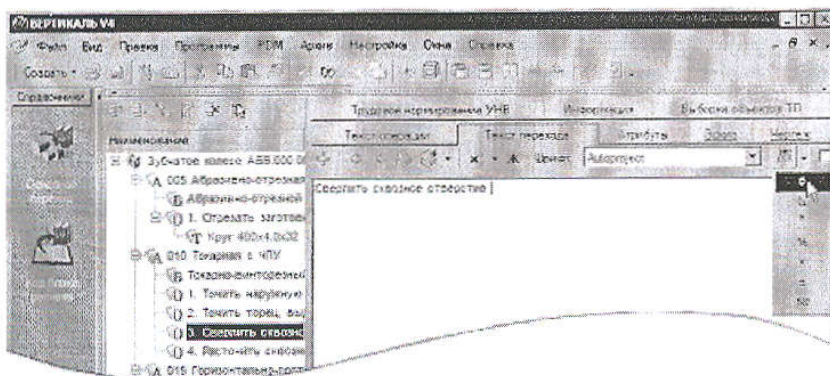

Рисунок 26
12. В переходе 3 той же операции укажите диаметр отверстия вручную. Знак диаметра выберите из раскрывающегося списка кнопки **Вставить спец. символ** (рис. 26). Значение диаметра - 17 мм.